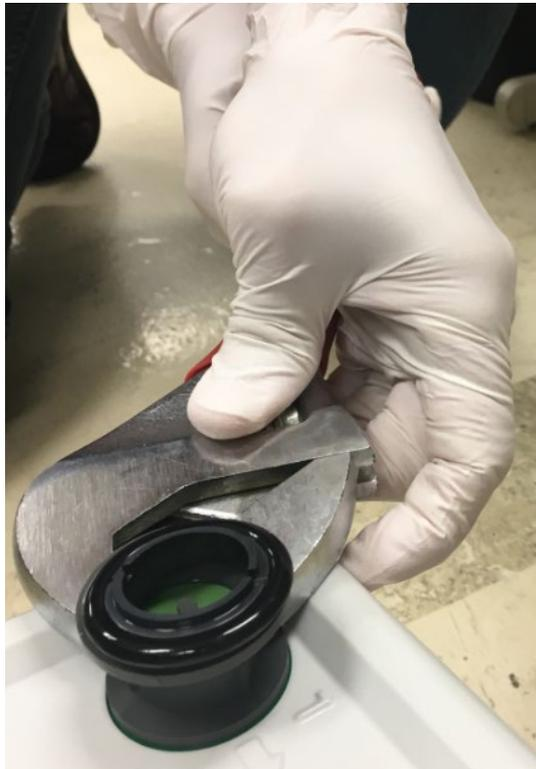

Figure 25 : serrage de l'adaptateur du port d'échappement gris
- 4) Serrez l'adaptateur du port d'échappement gris sur la pompe à l'aide d'une clé à molette. Il est important qu'il soit serré pour éviter toute fuite d'huile. Reportez-vous à la Figure 25.